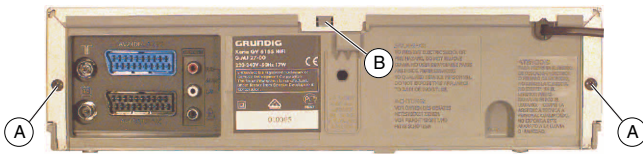

Fig. 1
- 2 Schrauben (A) herausdrehen (Fig. 1).
- Rastnase (B) lösen und Gehäuseoberteil abnehmen (Fig. 1).
- Undo 2 screws (A) (Fig. 1).
- Release the locking lug (B) then remove the cabinet top (Fig. 1).